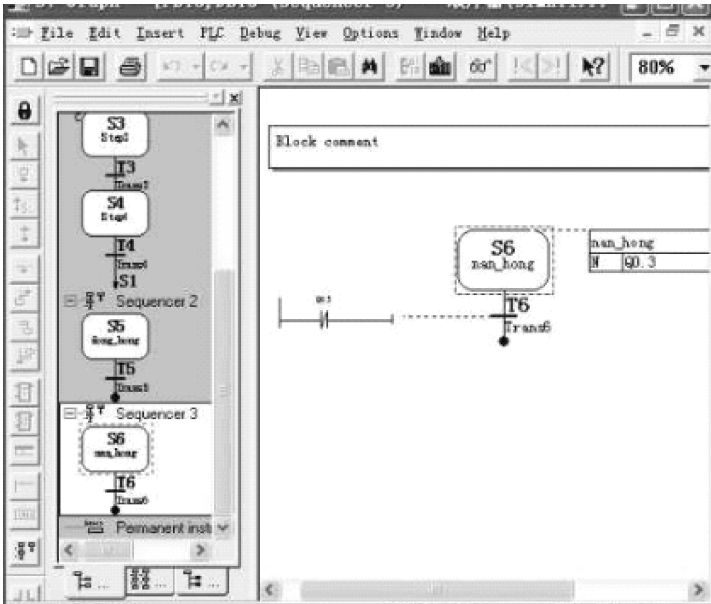

图 6-36 在 Sequencer 3 里编写程序
4) 单击浏览视图的 Sequencer 3，打开步 6 (S6) 的编程界面，编写图 6-36 所示的程序。